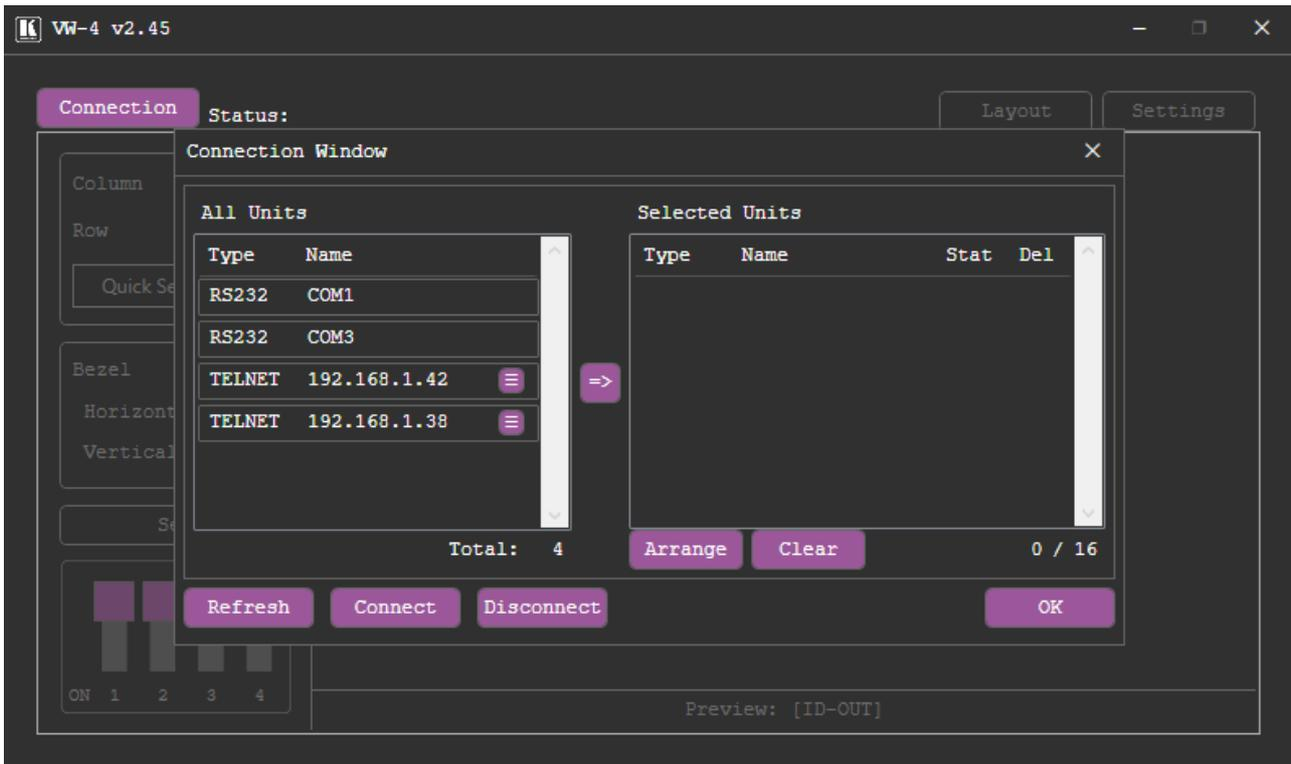

図8 : Connectionウィンドウ
6. [静的IP アドレス指定に次のIP アドレスを使用する] を選択し、図8 に示すように詳細を入力します。TCP/IPv4 の場合、IT 部門から提供された192.168.1.1 から192.168.1.255 (192.168.1.39 を除く) の範囲の任意のIP アドレスを使用できます。